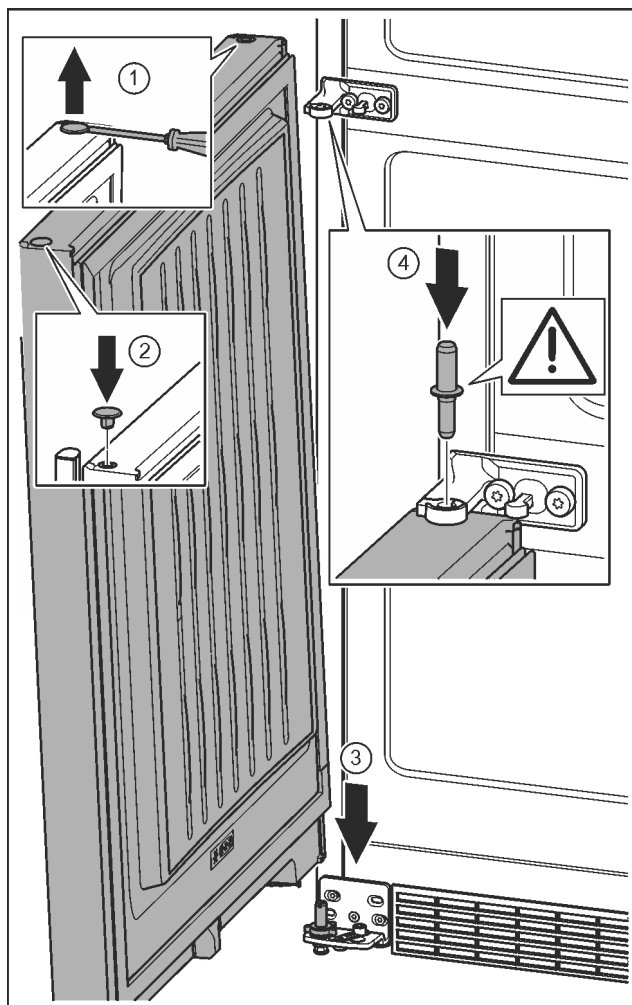

Fig. 38
- ▶ Осторожно приподнять шлицевой отверткой заглушку и извлечь ее. Fig. 38 (1)
- ▶ Заглушку снова вставить с другой стороны. Fig. 38 (2)
- ▶ Установить дверь сверху на нижний опорный палец. Fig. 38 (3)
- ▶ Вставить средний опорный палец через средний опорный кронштейн в нижнюю дверь. При этом следить за тем, чтобы выступ фиксатора был направлен назад. Fig. 38 (4)